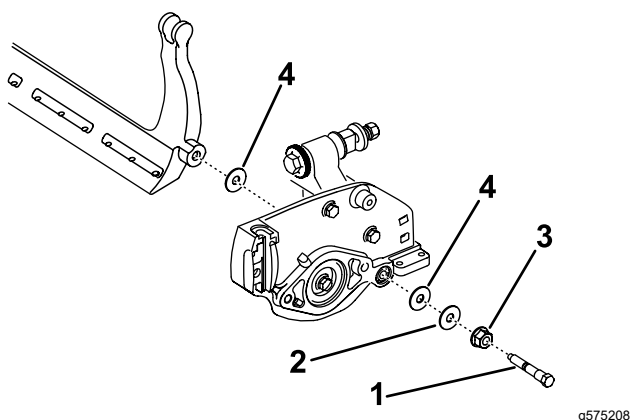

Figura 19
Guarde as duas anilhas de nylon e a anilha de aço de cada uma das extremidades da barra de apoio (**Figura 19**).
3. Coloque uma anilha de nylon de cada lado da placa lateral. Coloque uma anilha de aço no exterior de cada uma das anilhas de nylon (Figura 19).